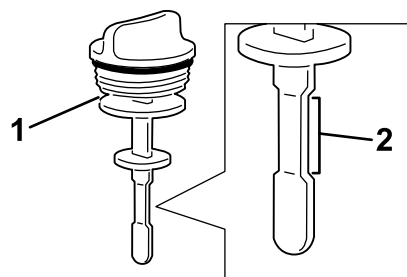

Figura 59
5. Retire a vareta do tubo de enchimento e verifique o nível de fluido. O nível de fluido deverá ficar entre o intervalo de operação em segurança da vareta (Figura 59).